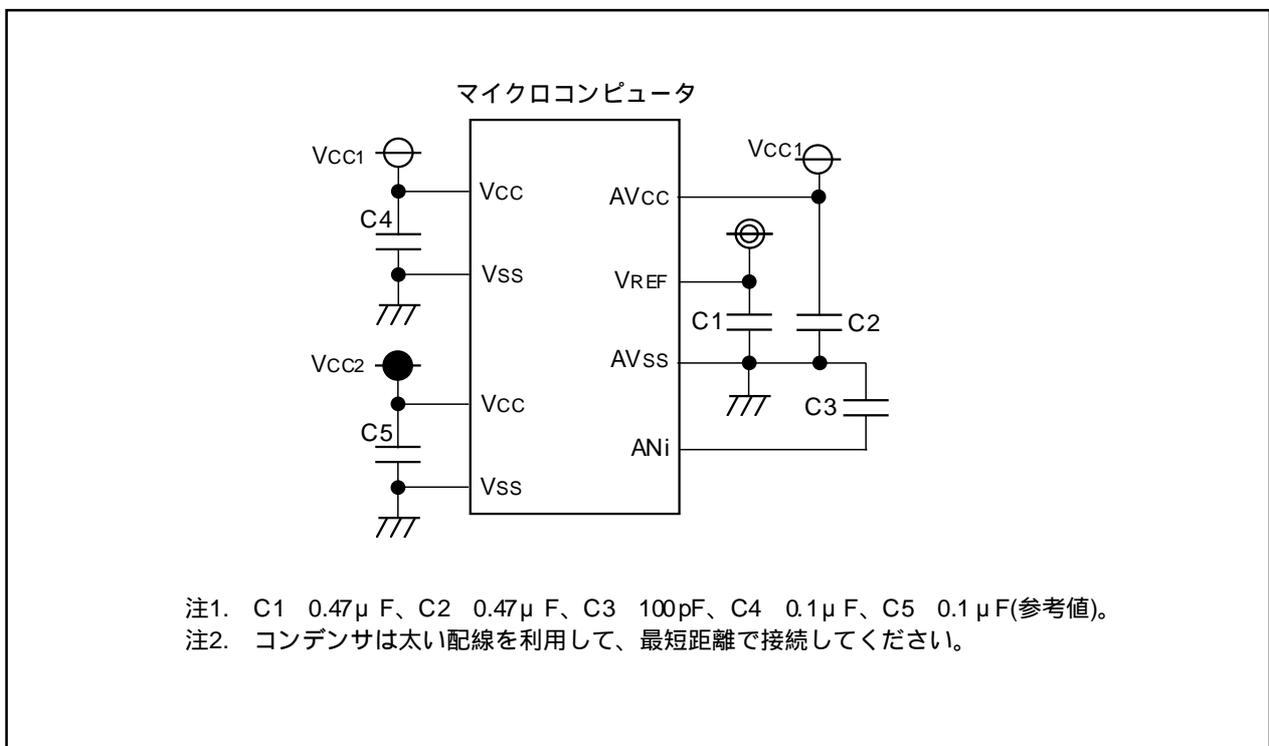

図24.4 各端子の処理例
- ノイズによる誤動作やラッチアップの防止、また変換誤差を低減するため、AVCC端子、VREF端子、アナログ入力端子(AN_i (i=0~7))とAVSS端子の間に、それぞれコンデンサを挿入してください。同様にVcc端子とVss端子の間にもコンデンサを挿入してください。図24.4に各端子の処理例を示します。